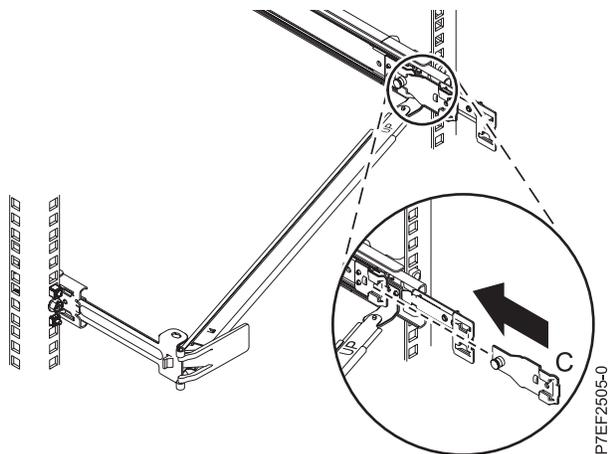

Abbildung 16. Befestigungswinkel in der Schiene installieren
5. Verbinden Sie den Befestigungswinkel (**C**) mit der Aussparung auf der Innenseite der rechten Schiene, indem Sie den Befestigungswinkel (**C**) in die Schiene schieben, bis der gefederte Stift einrastet, wie in Abb. 16 auf Seite 13 dargestellt.